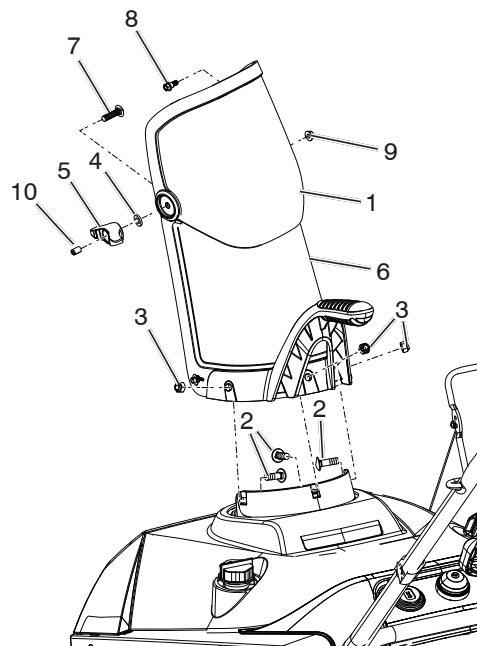

Figure 4
1. Poser le déflecteur de goulotte sur la goulotte de décharge à l'aide des vis et, de la rondelle, de l'écrou, du bouton de déflecteur et du capuchon du plongeur (Figure 4).
2. Poser la goulotte de décharge à la base de la goulotte en utilisant les trois vis et les écrous (Figure 4).